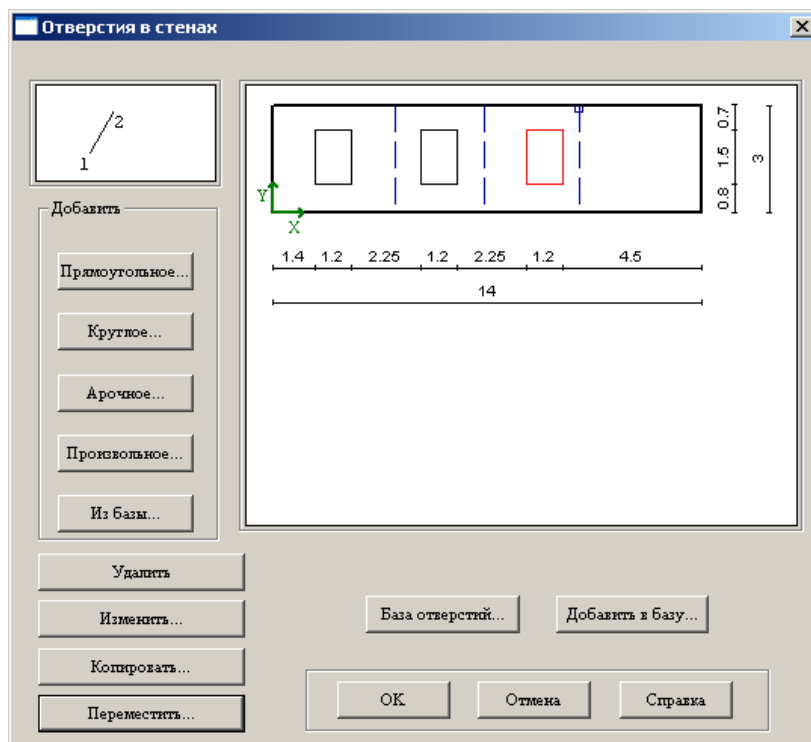

Рис.1.6.12. Окно диалога **Отверстия в стенах**
- В открывшемся окне диалога **Отверстия в стенах** (рис.1.6.12, см. ниже) выполните следующие действия:
- В открывшемся окне диалога **Отверстия в стенах** (рис. 1.6.12) выполните следующие действия:
- щелкните на рисунке стены внутри контура отверстия 3 – выбранное отверстие обозначится красным цветом (рис. 1.6.12).